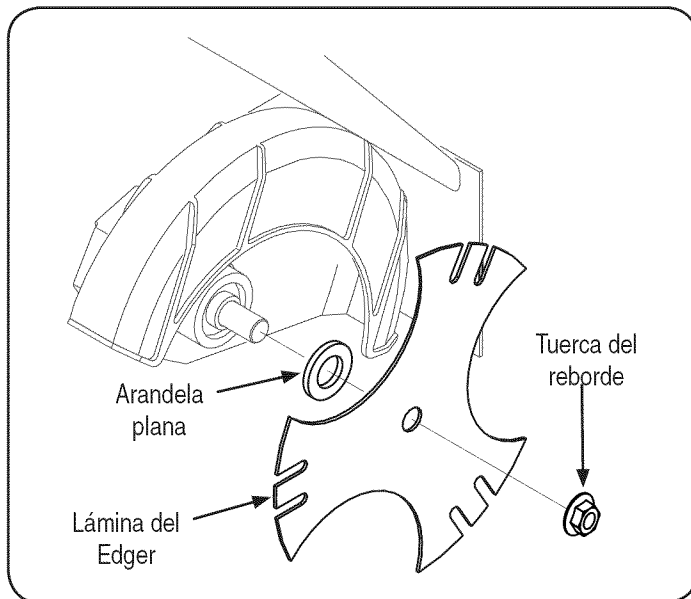

Figura 11
1. Use dos llaves (una para impedir que la cabeza del perno hexagonal gire loca y la otra para desenroscar la tuerca de brida) para extraer la cuchilla de la bordeadora. Consulte la Figura 11.